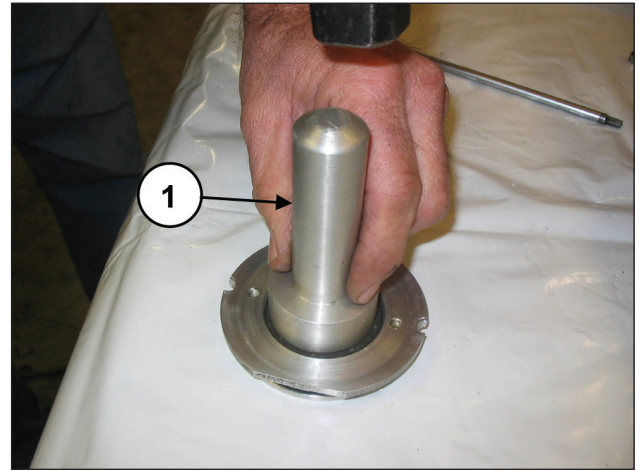

图139
使用代号为27910900的缓冲垫，将油封安装在油封盖（部件号①，图139）上。